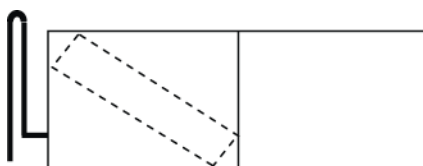

Fig 1. Unidad del evaporador con bucle invertido de vapor
2. Para una instalación del sistema en que el evaporador está por sobre el condensador, se debe instalar un colector invertido para el conducto de vapor en el conducto de succión poco antes de la entrada al evaporador (ver Fig. 1). La parte superior del bucle invertido debe estar apenas por sobre la parte superior del serpentín evaporador y puede hacerse simplemente soldando dos codos de 90° de radio largo, si no se dispone de una herramienta para curvar. Sujete y asegure adecuadamente el bucle invertido en el punto más cercano a la unidad interna o a la estructura adyacente.